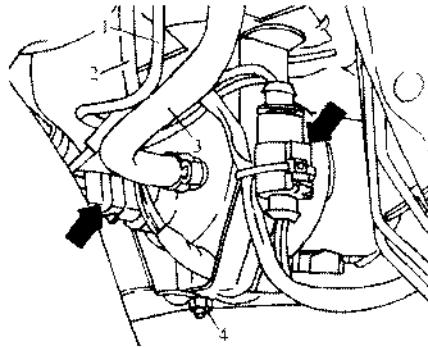
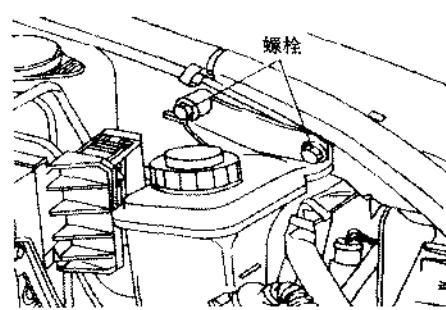

图 7.68 松开插头
图 7.70 松开液压油罐螺栓
- ① 查取收录机防盗编码。
- ② 关闭点火开关，断开蓄电池。
- ③ 举升轿车。
- ④ 拆下左前轮衬板，松开如图 7.68 所示中箭头所指的插头。
- ⑦ 松开如图 7.70 所示的液压油罐螺栓，将其转向一旁。螺栓拧紧力矩为  $10\text{N}\cdot\text{m}$ 。
⑧ 松开并取下如图7.68所示的软管3的卡箍, 拧下如图7.68所示的制动管1和2。
⑨ 用修理包1H0 698 311A中的堵塞, 封住制动管和螺纹孔, 从支架上松开制动管。
⑩ 拧下如图7.70所示的六角螺栓, 拧下支架紧固六角螺栓。
⑪ 将支架连同液压控制单元和液压泵向上抬高约30mm, 从发动机舱中取出。